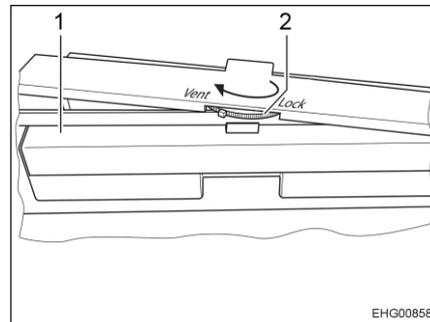

Fig. 56 Ruota di bloccaggio sulla porta del frigorifero
- Ruotare la ruota di bloccaggio (Fig. 56,2) fino alla battuta in posizione "Vent".
- Con cautela, chiudere la porta (Fig. 56,1) fino a quando scatta in posizione. La porta è bloccata in posizione leggermente aperta.